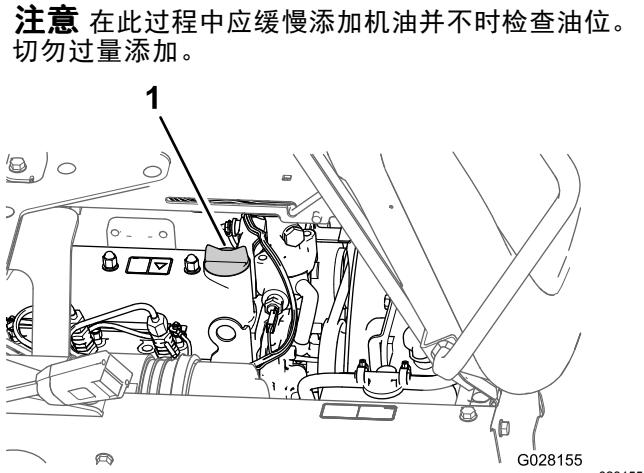

图 70
3. 如果油位较低请从气门室盖上拆下加油颈盖然后将机油倒入加油颈使油位提高到量油尺上的“已满”标记图 70 处。